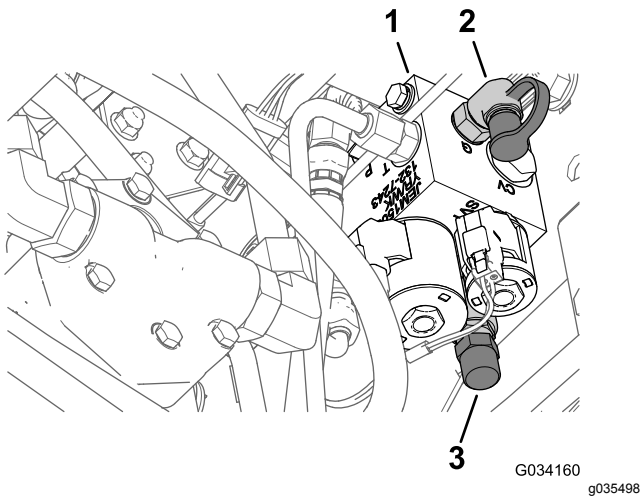

Bild 14
- Schließen Sie ein Druckmanometer an den Testanschluss hinten am Hubverteiler an (**Bild 14**).
- Nehmen Sie die Kappe vorne am Hubverteiler von der Gewichtsverlagerungsspule ab (**Bild 14**).
- Lösen Sie die Klemmmutter unterhalb der Gewichtsverlagerungsspule (**Bild 14**).